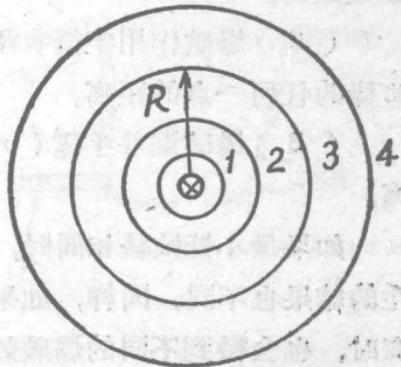

图 12. 爆破圈
3. 爆破圈 炸药包埋藏在岩石中较深处爆炸时，靠近炸药周围的圆球体内的岩石炸的很碎或者是压缩成圆洞。离炸药远一些的地方，破碎就沒有那末厉害，再离远一些就只有裂縫。換句話說，炸药的爆破力量随着距离加大而减弱。这样形成的一道道的圆圈，叫做爆破圈（图 12），1 是破碎圈（或压缩